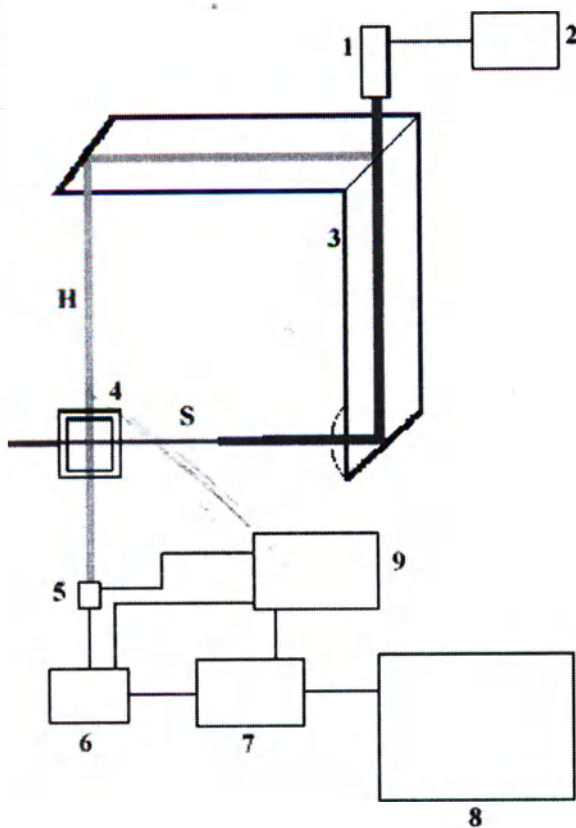

Рис. 4. Блок-схема прибора.
3. Число уровней дискретизации АЦП (количество двоичных разрядов): ± 8192 (14);
Блок-схема прибора приведена на рис.4. Источником света является гелий-неоновый лазер (1). Исходный луч лазера разделяется с помощью светоделительного шеврона (3) на два луча: рассеиваемый (S) и опорный (Н). Рассеиваемый луч S фокусируется с помощью линзы 3 на исследуемом образце.